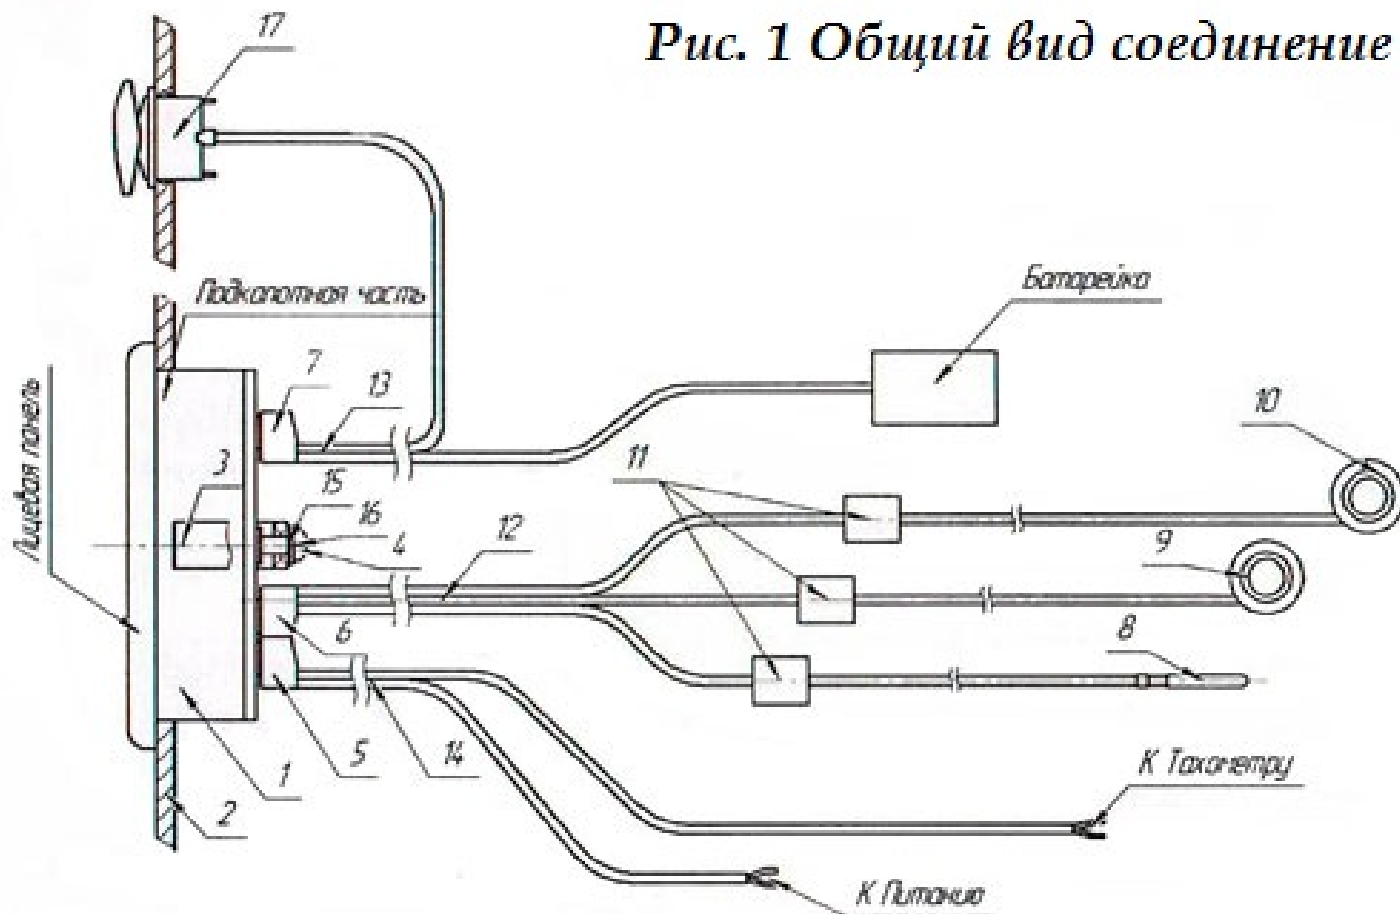

Рис. 1 Общий вид соединения
Измерительный блок с лицевой стороны панели вставить в отверстие (см. Рис.1 ПРИЛОЖЕНИЕ А). Совместить отверстия подкапотной части блока измерения (1) с отверстиями на крепежной скобе (3) и затянуть шурупами* (4).
При превышении Критической температуры цилиндра(ов) - соответствующий(е) шкала(ы) температуры перейдет(ут) в мигающий режим. При этом на цифровой индикатор, автоматически выводится абсолютная температура соответствующего цилиндра. При превышении температуры **260°C** – показания индицируются как обрыв см. Рис.2 ПРИЛОЖЕНИЕ Б. В ЦИТД встроена система автоматического контроля датчиков, и нештатное состояние датчика отображается на соответствующем канале – см. Рис.1, Рис.2 ПРИЛОЖЕНИЕ Б.
Рис.1 индикация обрыва и КЗ датчика.